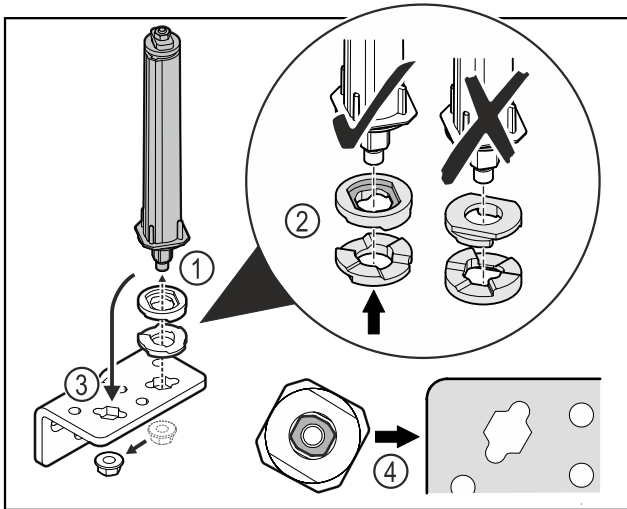

Fig. 37
- ▶ Λύστε το παξιμάδι και αφαιρέστε το σύστημα κλεισίματος πόρτας Fig. 37 (1).
- ▶ Βεβαιωθείτε για τη σωστή ευθυγράμμιση των ροδελών ρύθμισης ύψους Fig. 37 (2).
- ▶ Μεταφέρετε το σύστημα κλεισίματος πόρτας στη γωνία μεντεσέ και στερεώστε με το παξιμάδι Fig. 37 (3).
- ▶ Κατά την τοποθέτηση βεβαιωθείτε για τη σωστή ευθυγράμμιση του συστήματος κλεισίματος πόρτας Fig. 37 (4).